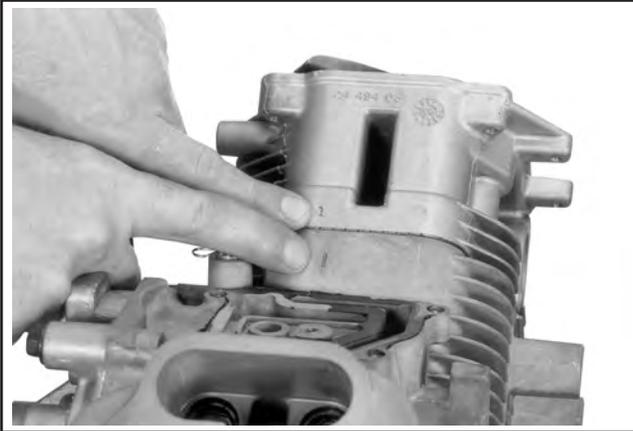

Abbildung 11-36. Übereinstimmung der Nummern auf den Zylindern und auf den Köpfen.
HINWEIS: Nach dem Ausbau müssen die hydraulischen Stößel stets wieder in der selben Position montiert werden. Die Auslassstößel sind auf der Wellenabtriebsseite des Motors positioniert, während die Einlassstößel sich auf der Lüfterseite des Motors befinden. Die Nummern der Zylinder sind auf der Oberseite des Kurbelgehäuses und auf jedem Zylinderkopf aufgeprägt. Siehe Abbildung 11-36.
HINWEIS: Die auf den Zylinderköpfen und dem Kurbelgehäuse aufgeprägten Nummern müssen übereinstimmen. Siehe Abbildung 11-36.
4. Den Zylinderkopf montieren. Die auf den Zylinderköpfen und dem Kurbelgehäuse aufgeprägten Nummern müssen übereinstimmen. Siehe Abbildung 11-36. Sicherstellen, dass der Kopf sich flach gegen die Dichtung und die Verstiftung anlegt.